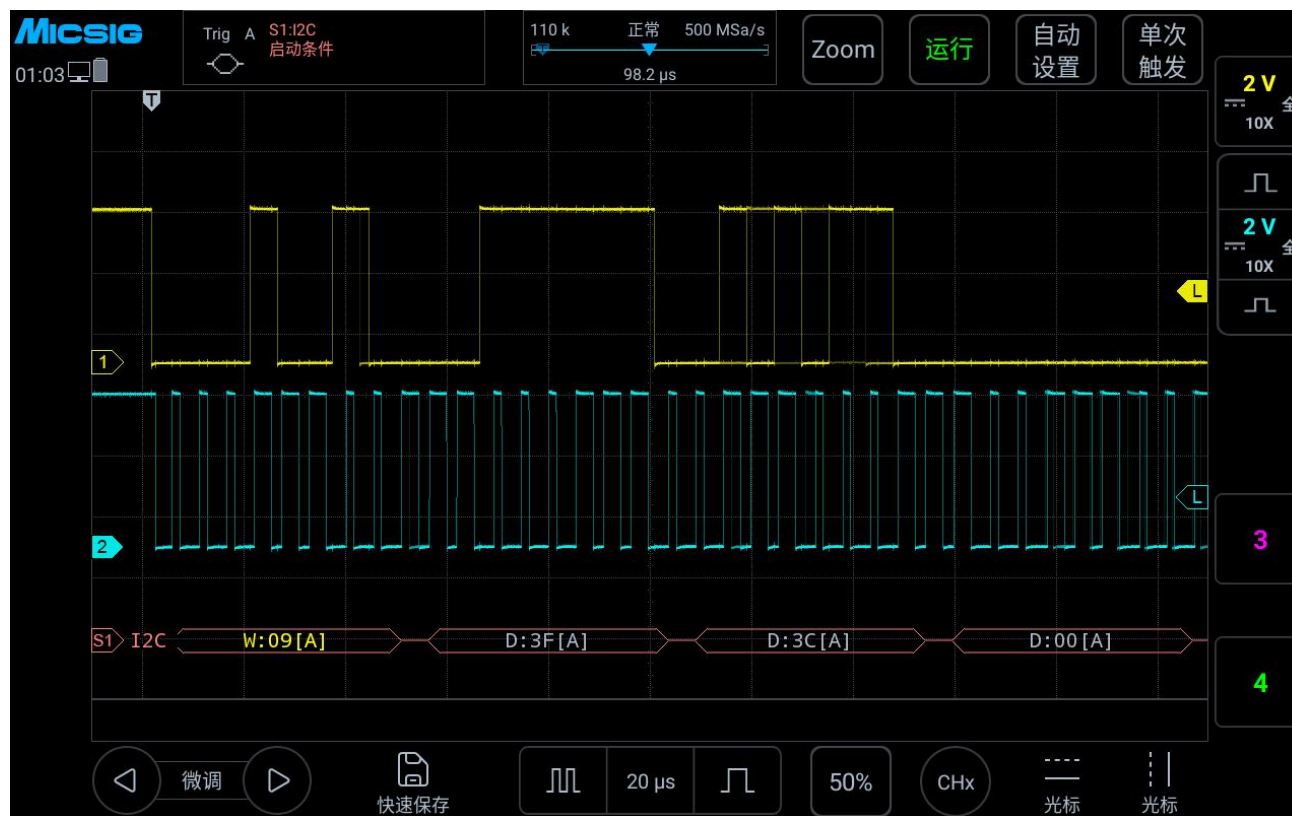

图 14-24 I2C 图形界面
- (1) 轻点 S1 打开解码通道，再次点击 S1 打开总线配置菜单；
- (2) 选择总线类型为“I2C”，打开总线设置菜单，点选时钟 SCL 为 Ch2 通道；
- (3) 打开触发方式配置菜单，在触摸屏上点选“启动条件”；
- (4) 依据信号幅值设置 2 个通道的阈值电平； I2C 触发图形界面见图 14-24：